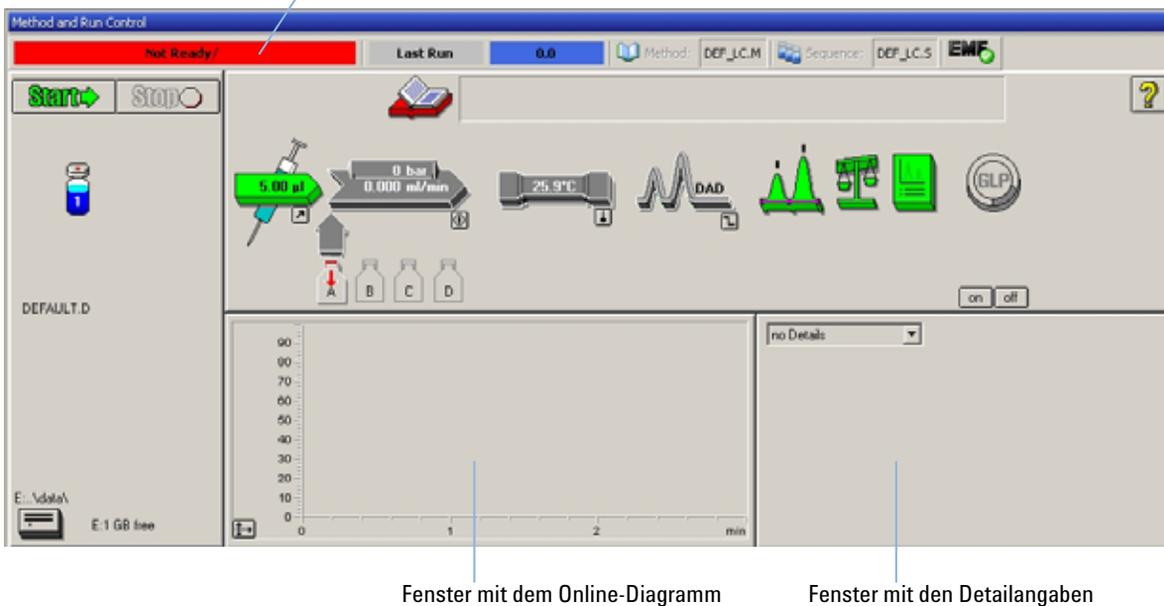

Abbildung 10 Startbildschirm der ChemStation (Ansicht „Method and Run Control“, Methoden- und Analysenlaufsteuerung)
- 3 Starten Sie die Agilent ChemStation-Software (B.02.01). Wenn die Pumpe, der Probengeber, der thermostatisierte Säulenofen und der Detektor gefunden werden, sieht die Anzeige der ChemStation aus wie in Abbildung 10 auf Seite 45 dargestellt. Die Systemanzeige zeigt ein rotes Licht an, der Systemstatus lautet „Not Ready“ (Nicht bereit).